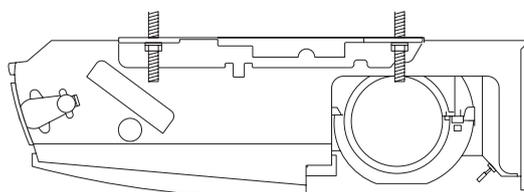

Fig. 3-47
- c) Serrare i 2 dadi esagonali su ciascun tirante di sospensione per sospendere l'unità interna come mostrato nella fig. 3-47.